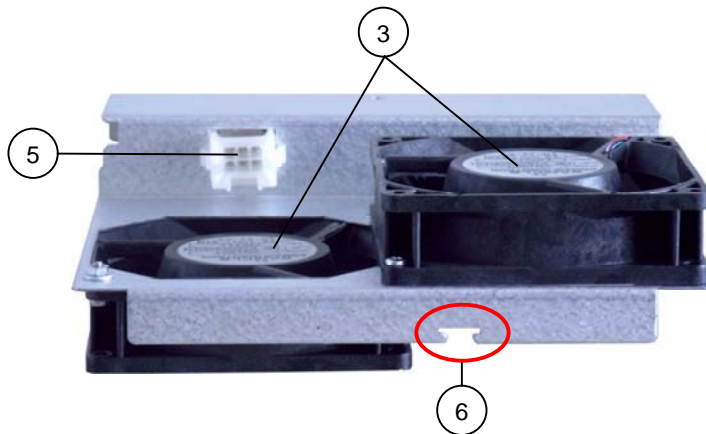

Abb. 24b: Lüfter-Einschub – Ansicht von unten
3. Ersetzen Sie den Lüftereinschub durch einen neuen funktionsfähigen und schieben Sie diesen ins Systemlüfterfach bis zum Anschlag des Steckers. Achten Sie dabei darauf, dass der Zentrierwinkel (*Abb. 24c, Pos. 8*) in der Zentrieraussparung (*Abb. 24b, Pos. 6*) ausgerichtet ist.